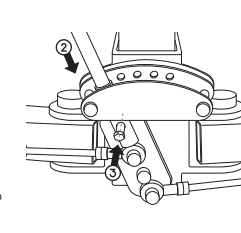

fig. 13
- Inserte la palanca al sistema de graduación que se encuentra en la parte inferior trasera de la base y ajuste el tornillo [2 y 3] [fig. 13].